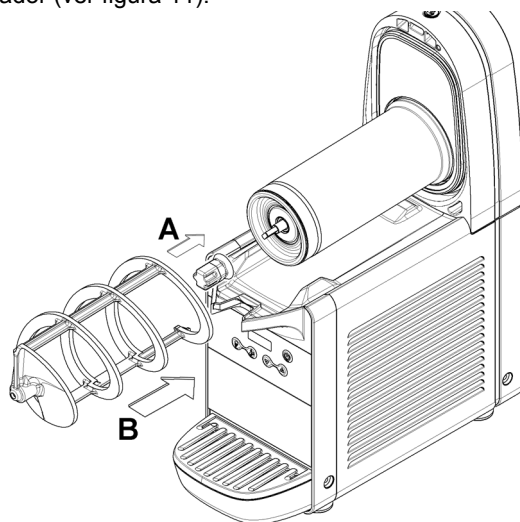

figura 11
- 5** Montar de nuevo el empalme hexagonal y luego el mezclador (ver figura 11).